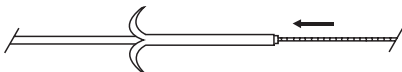

Fig. 2
- b) För fram katetern över ledaren, med kateterspetsen uträtad. (Fig. 2)